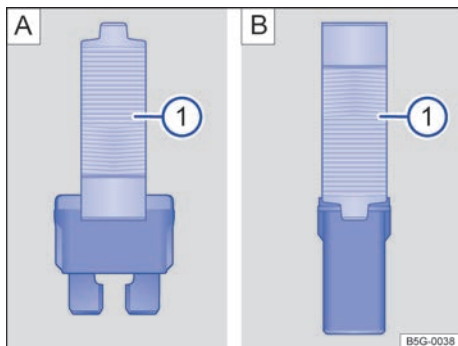

图 193 用塑料钳拆下或插入保险丝：(A) 扁平片式保险丝；(B) 方块式保险丝
- 按保险丝结构形式 ⇒ 图 193 A ① 或 ⇒ 图 193 B ① 调节塑料钳钳口，然后从侧面夹住保险丝。
- 熔断的保险丝必须用额定电流（颜色和标记）及尺寸与原保险丝均相同的新保险丝更换 ⇒ ①。